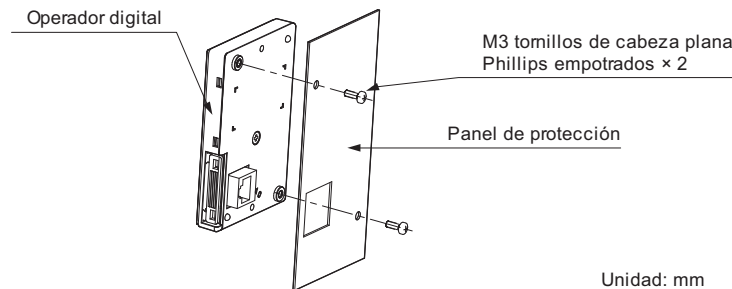

Figura 2.7 Instalación con montaje externo/frontal
2. Ubique el monitor LED de manera que la pantalla quede hacia el exterior y móntelo en el panel de protección como se muestra en Figura 2.7.